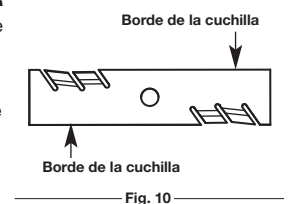

Fig. 10
- Revise el estado de la cuchilla (Fig. 10). A medida que se desgasta se pone más pequeña, por consiguiente, se reduce el rendimiento de la profundidad de corte. Reemplace la cuchilla si ya no entra en contacto con el terreno.